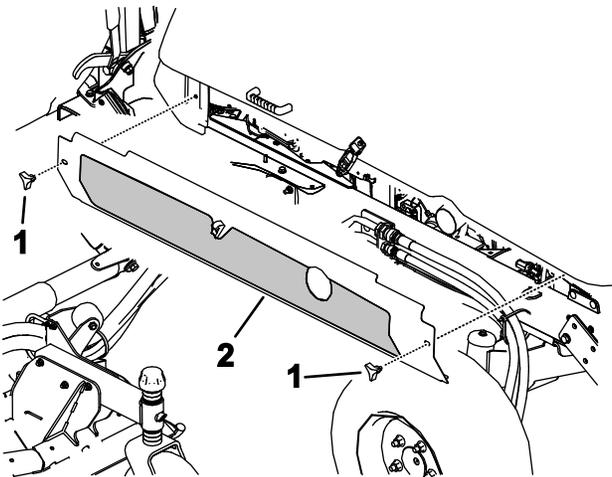

Bild 111
4. Lösen Sie die Handräder und entfernen beide Seitenabdeckungen (**Bild 111**).
5. Montieren Sie die seitlichen Abdeckungen (Bild 111).